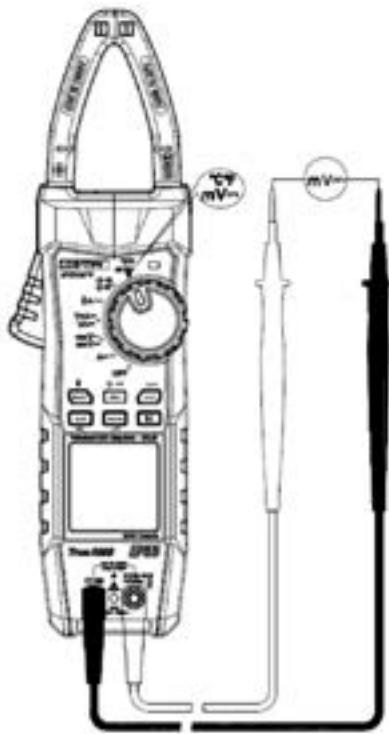

Рисунок 11
8. Измерение постоянного напряжения (мВ, рисунок 11)